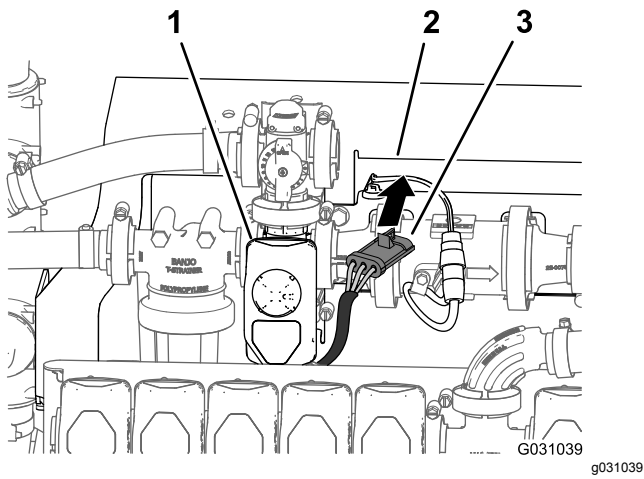

Figure 102
- Acheminez le connecteur à 3 broches du faisceau de la vanne d'agitation vers l'avant du support de collecteur (Figure 102).